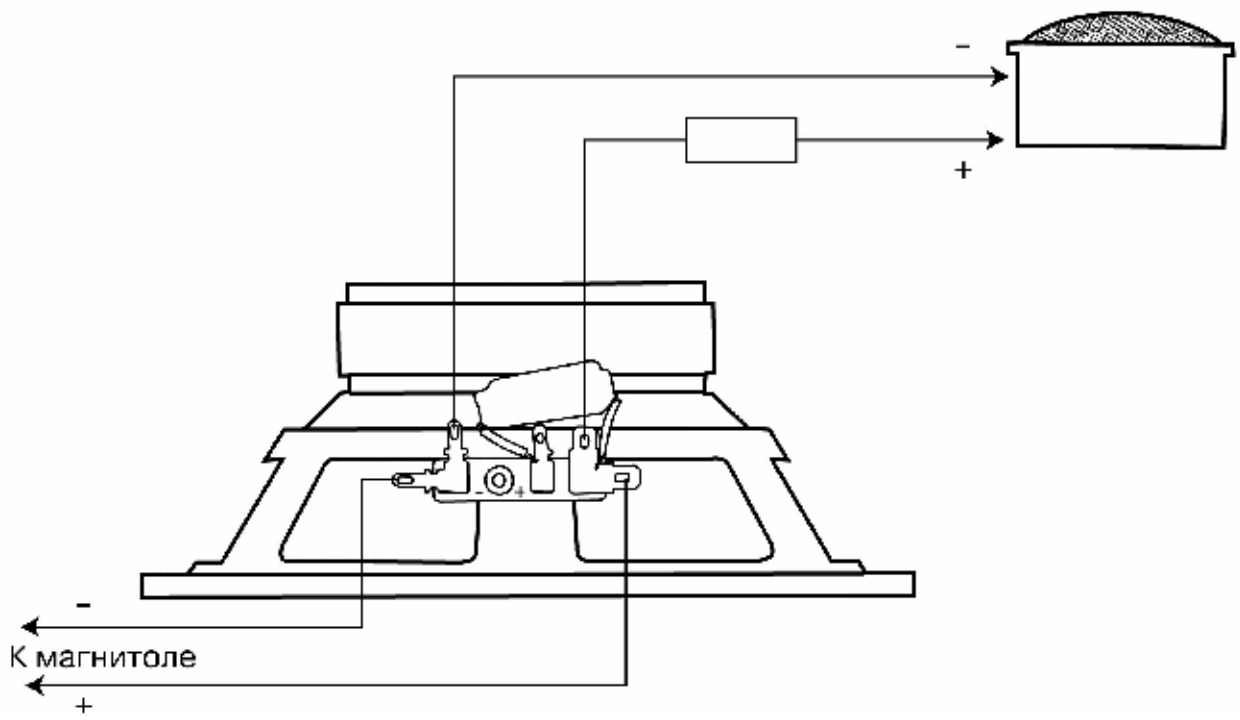

Рис. 3. Схема подключения акустической системы.
6. Подключите ВЧ-динамик к НЧ-динамику, а последний - к автомагнитоле или усилителю, как показано на рис. 3.